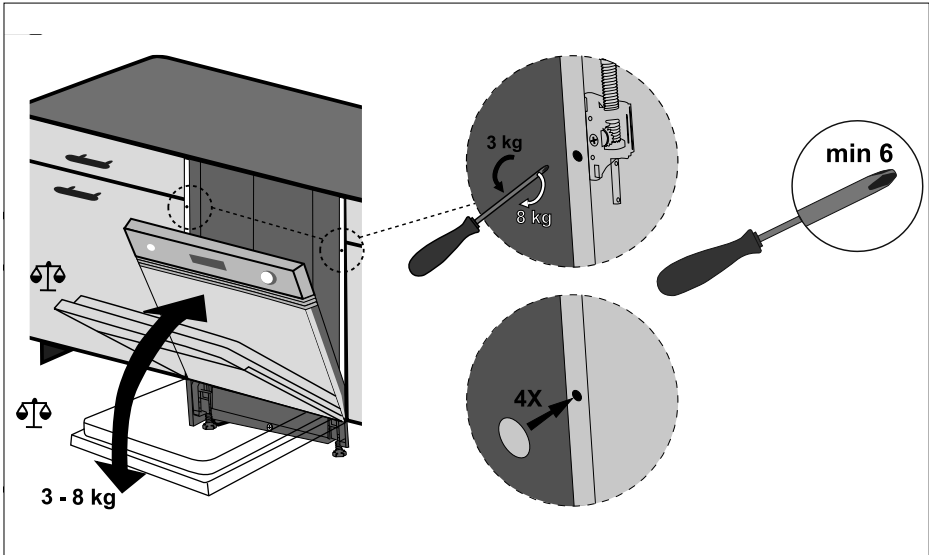

Abb. 18
- ▶ Stellen Sie mit einem Kreuzschlitzschraubendreher die Federspannung ein. Drehen Sie bei einem hohen Türgewicht nach rechts, um die Federspannung zu erhöhen (siehe **Abb. 18**).